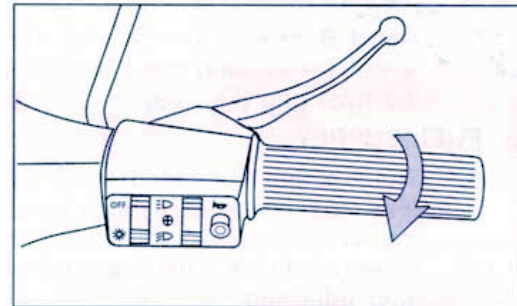

Fig. 25
4. **COMANDO ACCELERATORE:** Situato sul lato destro del manubrio. E' un'impugnatura girevole. Per aumentare l'accelerazione girare l'impugnatura a sé. Fare l'azione inversa per diminuire l'accelerazione (Fig. 25).